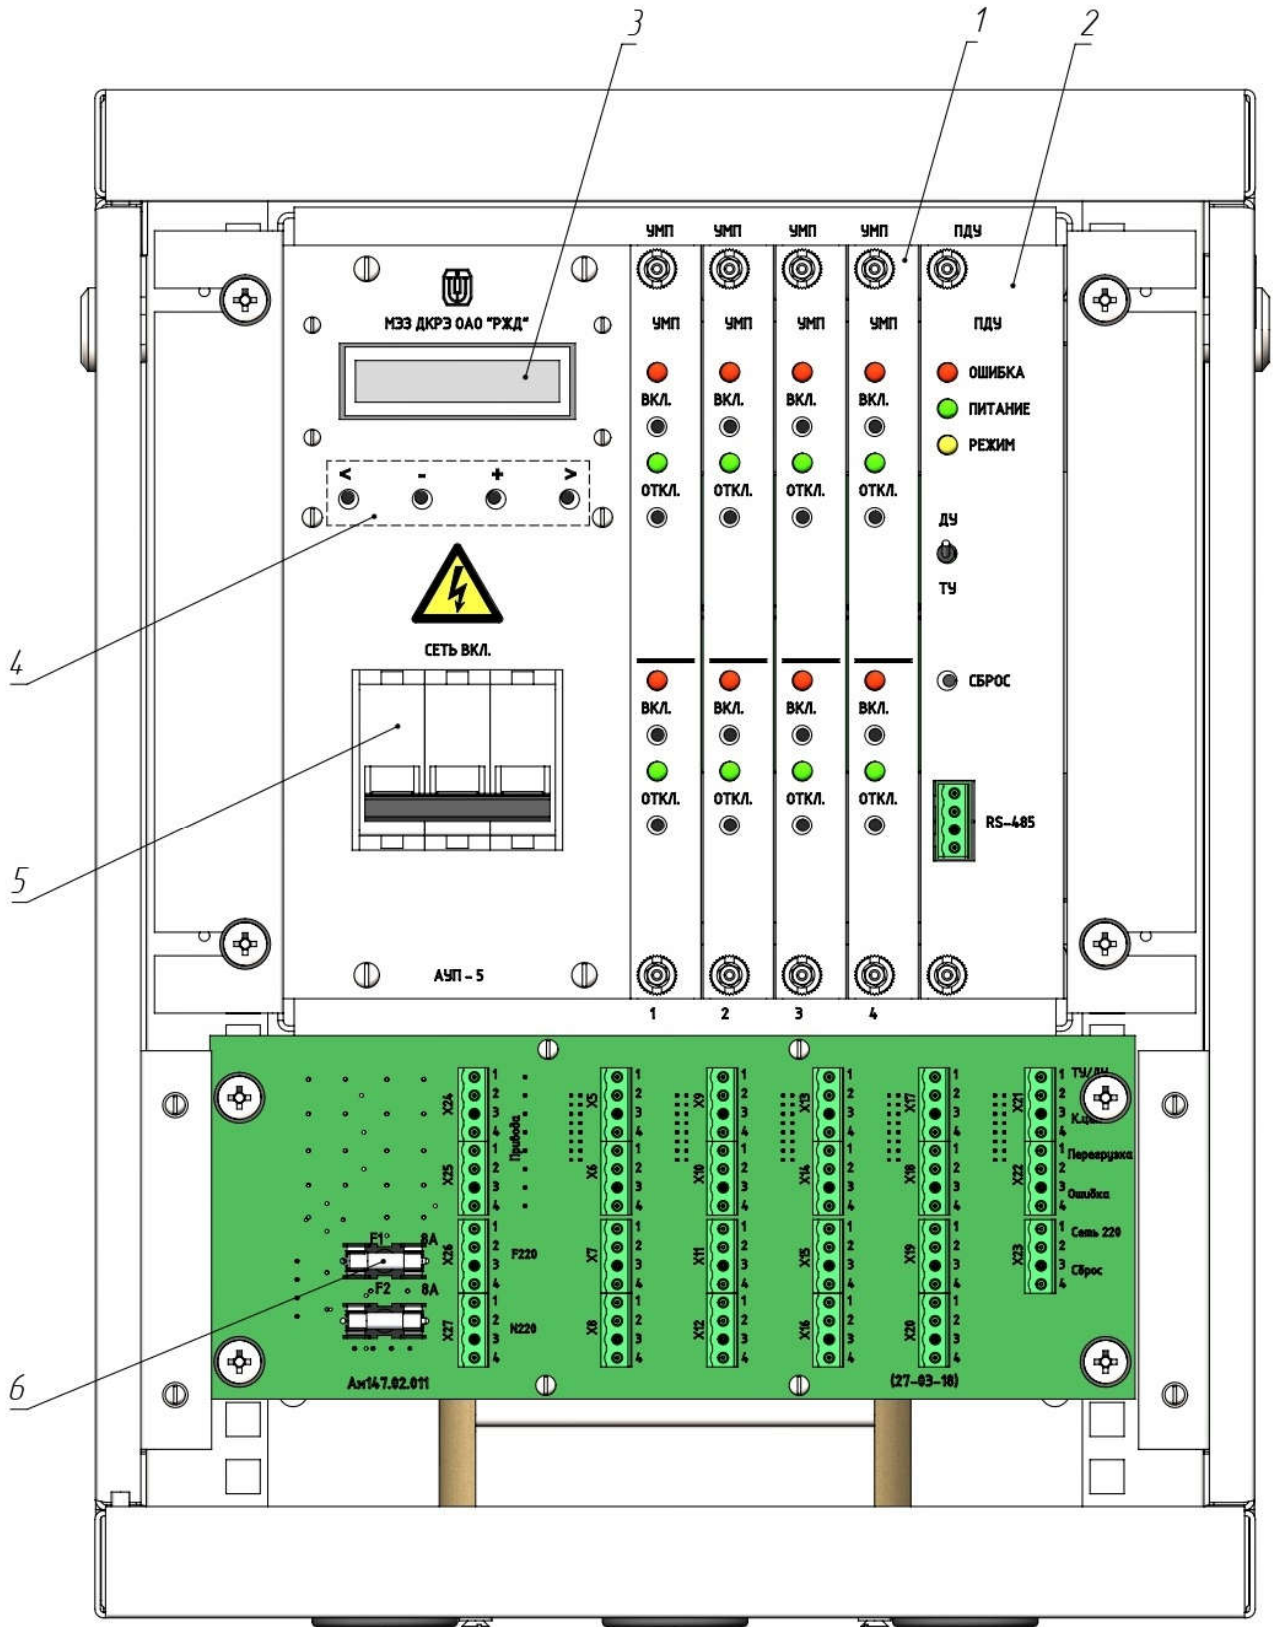

Рис. 1.
- 3.3 Состав аппаратуры АУП-5 приведен на рис.1:
- Органы управления и индикации модуля ПДУ (поз.2, рис.1):
3.5 «ЖК индикатор» (поз.3, рис.1) – отображает информацию о состоянии и работе аппаратуры, обеспечивает просмотр и изменение уставок. Просмотр и изменение уставок организовано в виде иерархического меню. ЖК индикатор автоматически выключается через 1 минуту бездействия. Включение ЖК индикатора произойдет при нажатии любой кнопки навигации.
3.6 Кнопки навигации по пунктам меню (поз.4, рис.1):